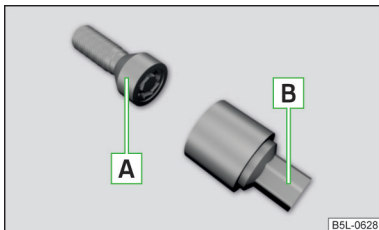

Рис. 150
Протиугінні колісні болти захищають колеса від викрадення. Їх можна послабити / затягнути тільки разом з адаптером **[B]** » Рис. 150 .
- Вставте адаптер **[B]** » Рис. 150 до упору на протиугінні колісні болти **[A]**.
- Вставте колісний ключ до упору на колісний болт. Використовувати відповідний адаптер для колісних протиугінних болтів » Рис. 150 на стор. 141,